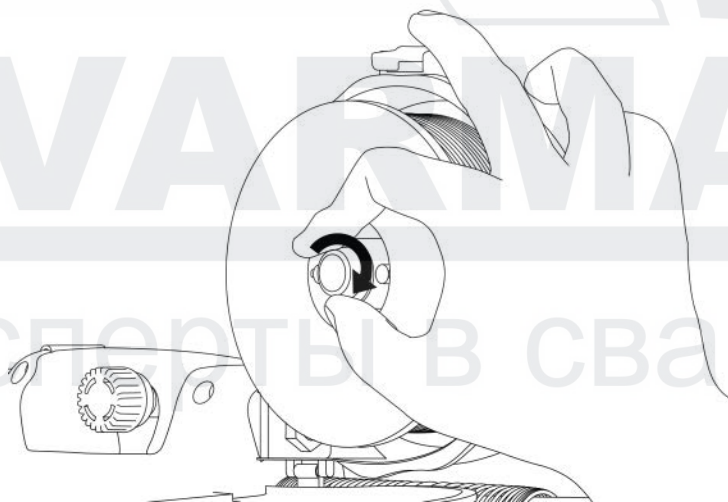

Рис. 7.6. Фиксация катушки с проволокой.
4. Закрутите гайку (См. рис. 7.6).